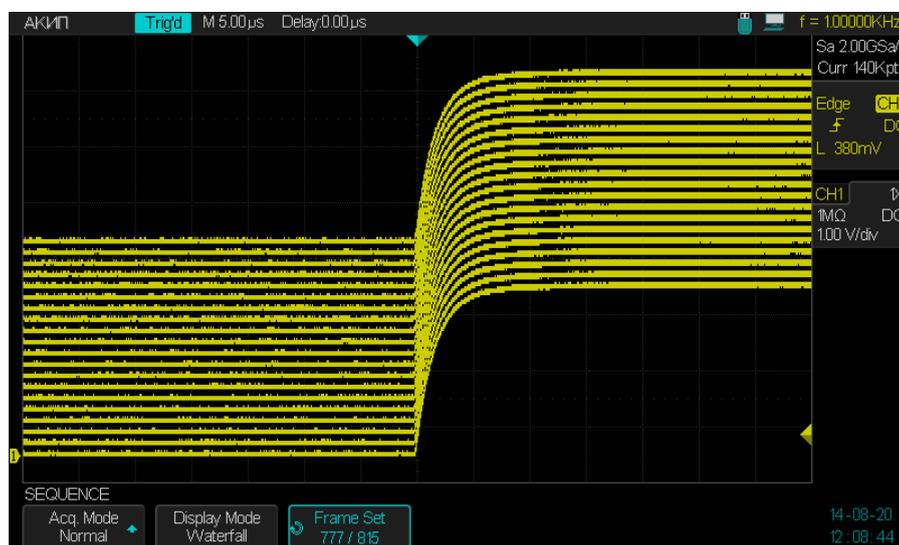

Рис. 13.4. Меню сегментированной памяти в режиме сбора информации. Каскадная индикация сегментов.
Запись сегментов осуществляется до заполнения памяти, после чего результат отображается на экране (рис. 13.4). Одновременно на экран может быть выведено до 20 осциллограмм по каждому из каналов. Для детального анализа полученных результатов, необходимо использовать режим сбора данных ПУСК/СТОП или однократный запуск режима сегментированной памяти.
2. В меню функциональных кнопок нажать кнопку Sequence/Сегменты . Открывается меню сегментированного режима (см. рис. 13.4):